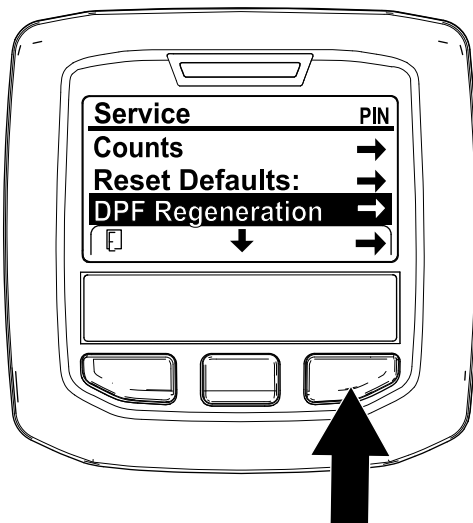

Figure 31
1. Ouvrez le menu Entretien, puis appuyez sur le bouton central pour naviguer jusqu'à l'option RÉGÉNÉRATION DU FAP (Figure 31).
2. Appuyez sur le bouton droit pour sélectionner l'option Régénération du FAP (Figure 31).